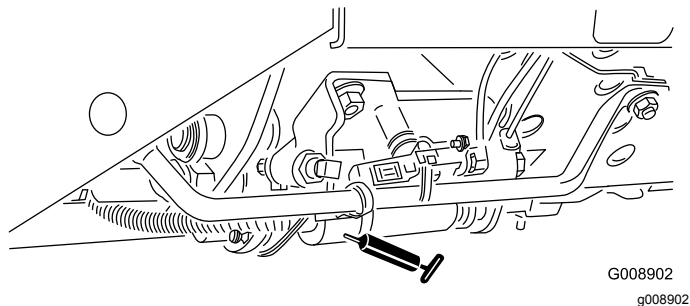

Figura 40
- Patilha Corte/Transporte (Figura 40)